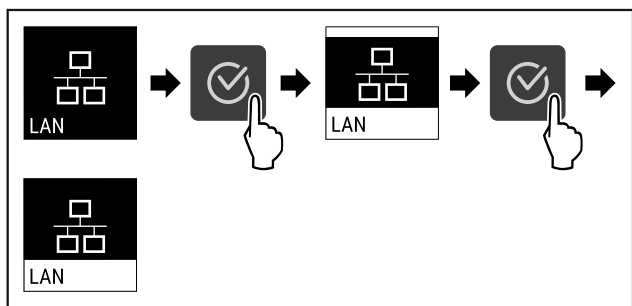

Fig. 91
- ▶ Eseguire i passaggi (vedere Fig. 91).